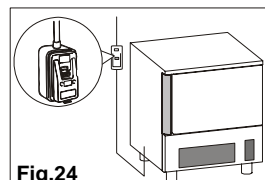

Fig.24
- Además del aparato es obligatorio instalar un interruptor onnipolar según las normas vigentes en el país de instalación. (fig.24)